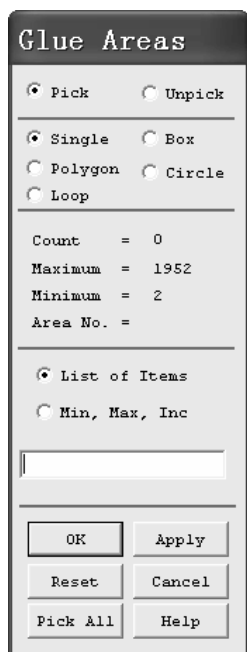
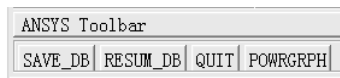

图 10-67 “Glue Areas” 窗口
图 10-68 工具条
(1) 依次选择 Main Menu>Preprocessor>Modeling>Operate>Booleans>Glue>Areas，出现“Glue Areas”窗口（见图 10-67）。
(2) 单击“Glue Areas”窗口中的“Pick All”按钮，将各个模具上的分块“焊接在一起”。
(3) 单击操作界面左上角工具条中的“SAVE_DB”按钮（见图 10-68），保存文件。如果看不到“SAVE_DB”按钮，可以先单击一下“ANSYS Toolbar”。